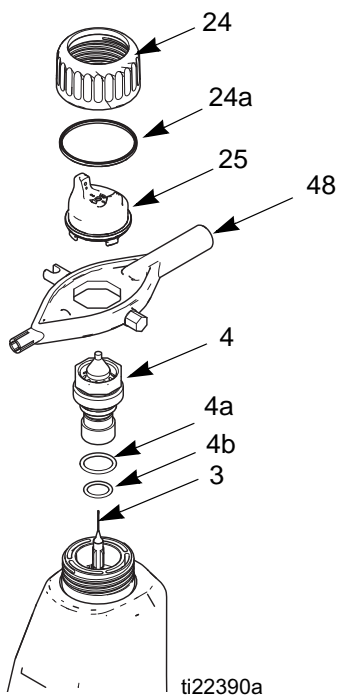

FIG. 18 . Remplacement du capuchon d'air/buse
2. Retirez la bague de fixation (24) et le capuchon d'air (25). Consultez la FIGURE 18.
3. Dirigez le pistolet vers le haut pendant le démontage de la buse (4) à l'aide de la clé multi-usage (48).